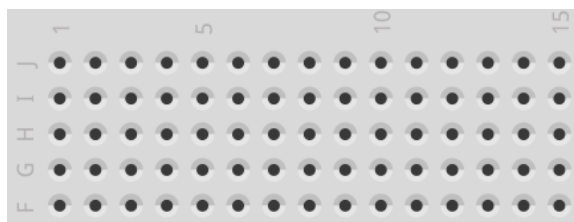

Figura 03 - Terminais
- **Terminais:** São os dois conjuntos de faixas verticais de cinco pontos separadas por uma faixa vazada central presente na protoboard. Cada coluna consiste em cinco pontos que estão conectados internamente por meio de um condutor metálico acessado por meio das furações da estrutura plástica da protoboard, desta forma todo terminal de componente, ou condutor, que estiver presente em uma faixa estará conectado aos demais nela presentes, figura 03.